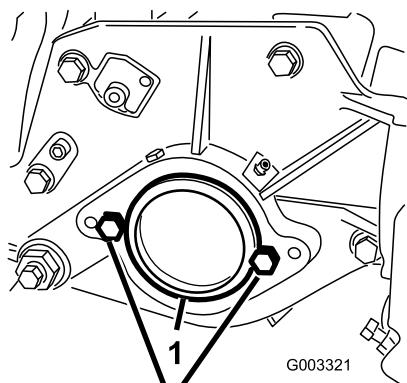

Figura 7
2. Na extremidade direita da unidade de corte, retire a tampa de plástico da caixa de rolamentos (Figura 7).
3. Retire os dois parafusos da placa do lado direito (Figura 7).
5. Instale, sem apertar, os dois parafusos de montagem do motor do cilindro na placa do lado esquerdo da unidade de corte (Figura 7).